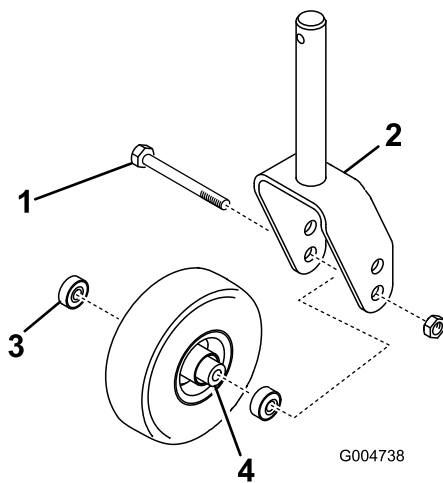

Bild 129
1. Entfernen Sie die Sicherungsmutter von der Schraube, mit der das Laufrad zwischen der Laufradgabel oder am Laufradgelenkarm (Bild 129) befestigt ist.
2. Halten Sie das Laufrad fest und schieben die Schraube aus der Gabel oder vom Gelenkarm ab (Bild 129).
3. Entfernen Sie das Lager aus der Radnabe und lassen das Lagerdistanzstück herausfallen (Bild 129).
4. Entfernen Sie das Lager aus der gegenüberliegenden Seite der Radnabe (Bild 129).